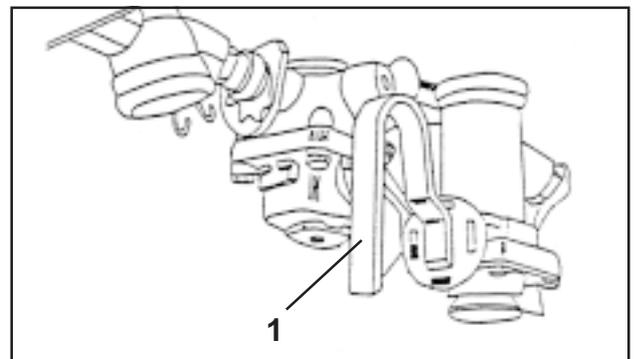

Fig. 5.9
- Une fois dételé, pour pouvoir remiser le semoir (freiné automatiquement après dételage), positionnez le levier (fig. 5.9/1) du régulateur de puissance de freinage sur «Lösen» (freins desserrés).